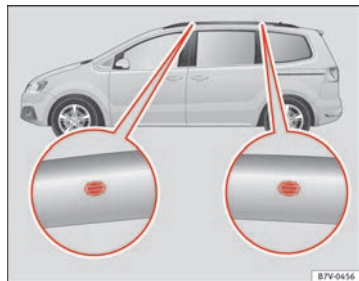

Fig. 102 Punti di fissaggio delle barre portacarico e del portapacchi sul tetto.
⇒ fig. 102.
- Le barre portacarico devono essere fissate esclusivamente ai punti indicati nell'illustrazione ⇒ fig. 102.